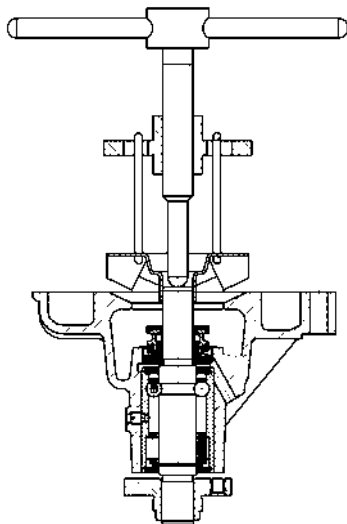

Abb. 89. Entfernen des Laufrads
- Entfernen Sie das Laufrad mit einem Abzieher (Abb. 89);